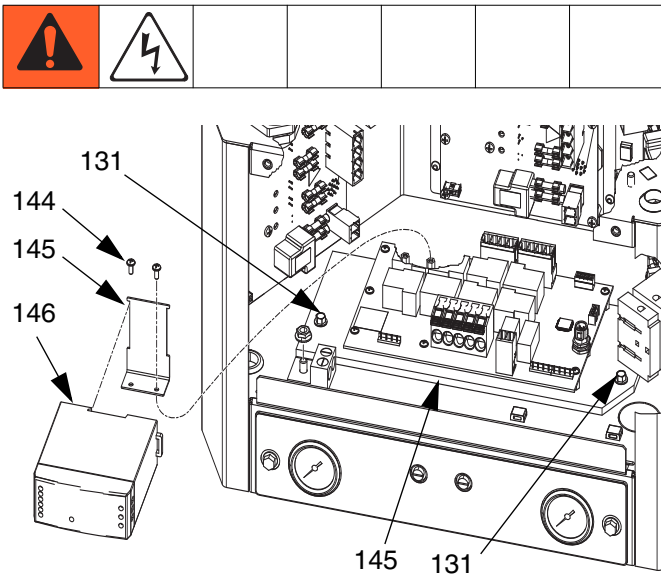

Fig. 51: AWB y fuente de alimentación
3. Retire los 2 tornillos (131) que sujetan la AWB (143) al armario eléctrico (1) y retire después con cuidado la AWB.
4. Retire la fuente de alimentación (146) del soporte de la fuente de alimentación (145); para ello, suelte la pestaña de montaje ubicada al costado de la fuente de alimentación. Consulte FIG. 51.
5. Retire los dos tornillos (144) que sujetan el soporte de la fuente de alimentación (145) a la placa AWB (143) y retire el soporte. Consulte FIG. 51.
1. Use los dos tornillos (144) para sujetar el soporte de la fuente de alimentación (145) a la nueva placa AWB (143). Consulte FIG. 51.
2. Monte la fuente de alimentación (146) en su soporte (145). Consulte FIG. 51.
3. Enchufe el conector (etiquetado como AWB-J1 del arnés de la fuente de alimentación (147)) en el conector J1 de la AWB (143). Vea **Esquema eléctrico**, página 89.
4. Use los dos tornillos (131) para instalar la AWB (143) en el armario eléctrico (1). Consulte FIG. 51.
5. Vuelva a conectar los cables en la AWB (143).
2. Retire la puerta de acceso delantero del armario eléctrico (10).
3. Retire la fuente de alimentación (146) del soporte de la fuente de alimentación (145); para ello, suelte la pestaña de montaje ubicada al costado de la fuente de alimentación. Consulte FIG. 51.
4. Desconecte los conectores roscados entre la fuente de alimentación (146) y el arnés de la fuente de alimentación (147), de acuerdo con la siguiente tabla. Consulte FIG. 51.
1. Haga las conexiones entre el arnés de la fuente de alimentación (147) y la nueva fuente de alimentación (146) de acuerdo con la siguiente tabla:
2. Vuelva a montar la fuente de alimentación (146) en su soporte (145). Consulte FIG. 51.
3. Instale la puerta de acceso delantera del armario eléctrico (10).